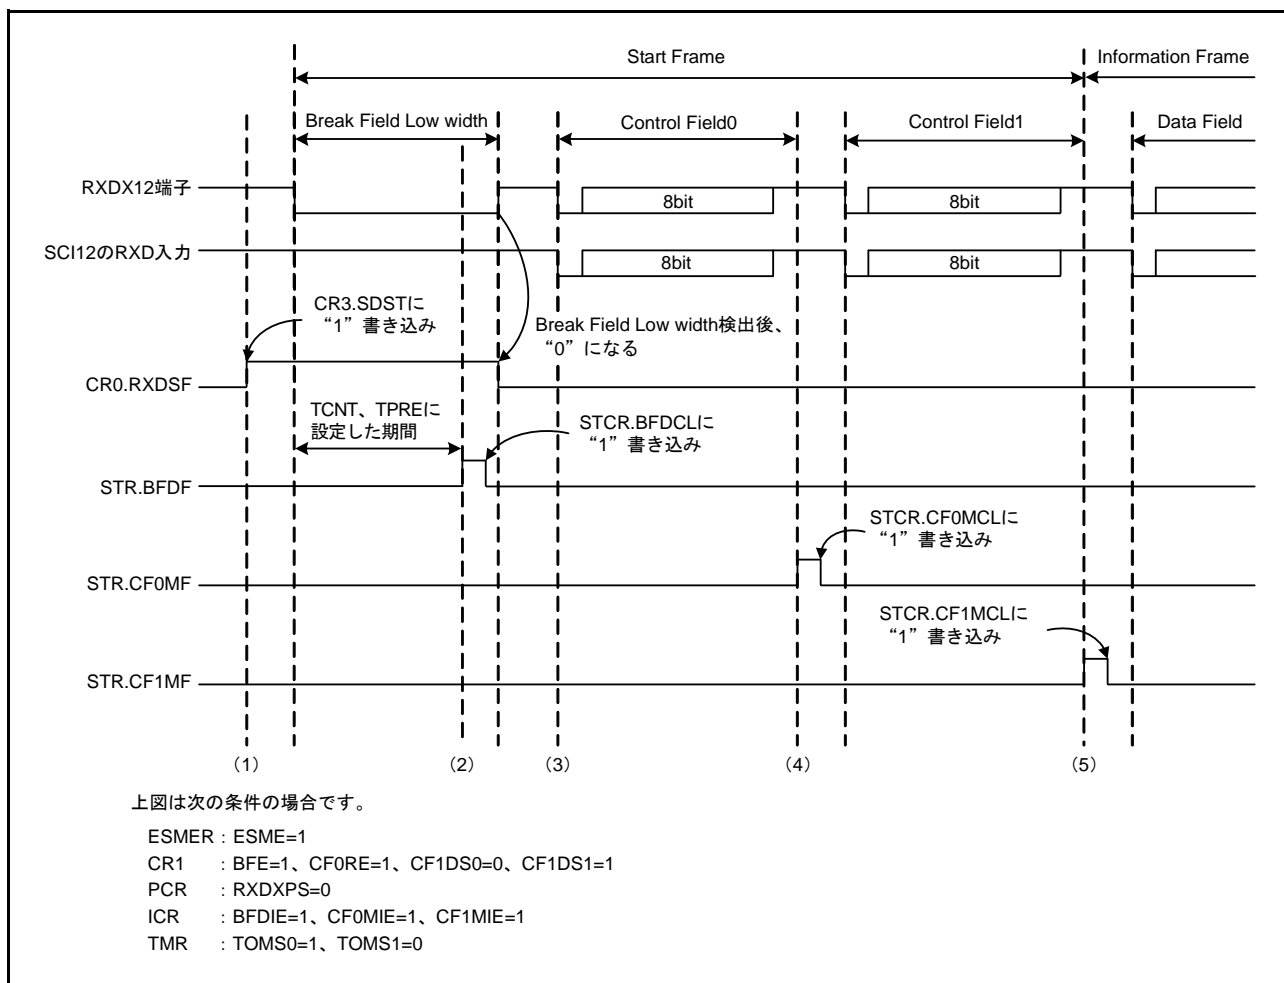
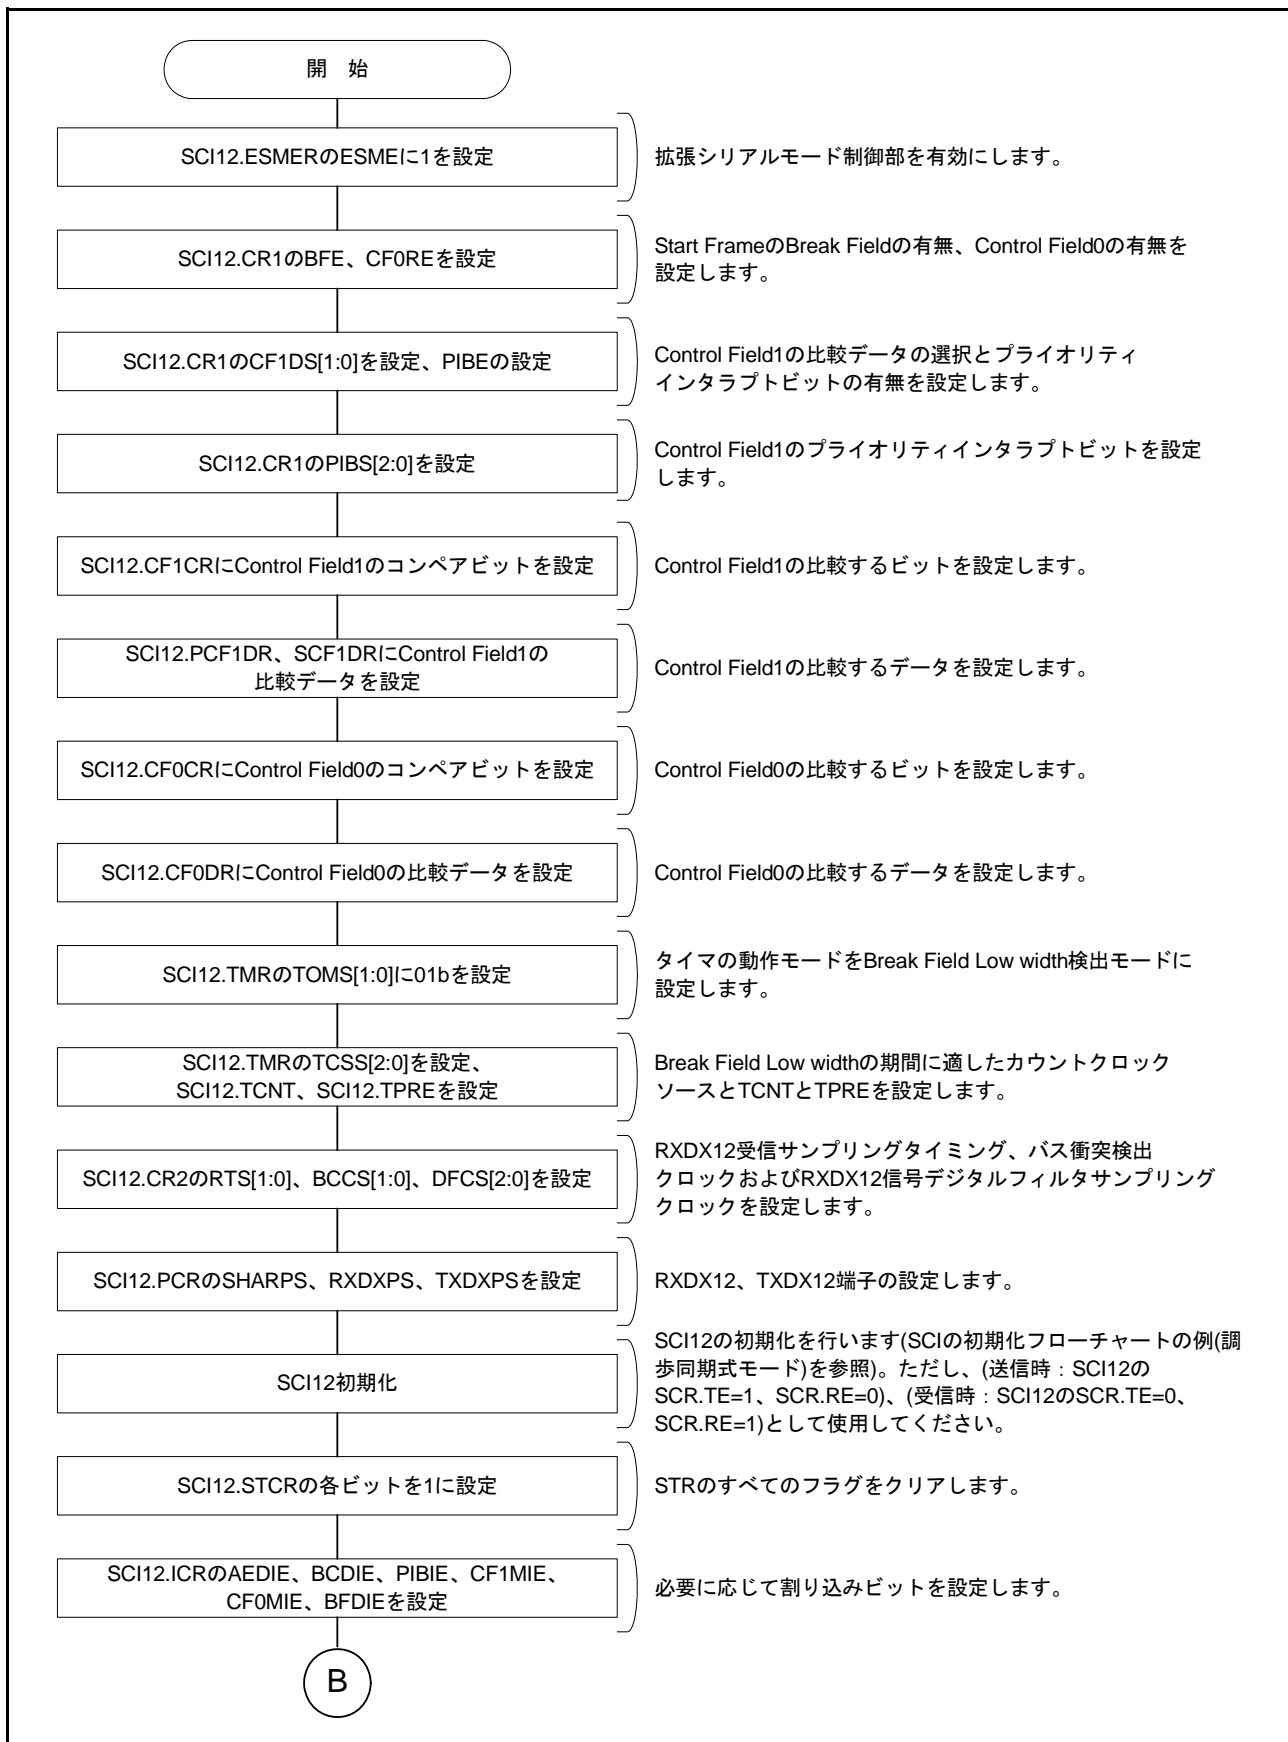
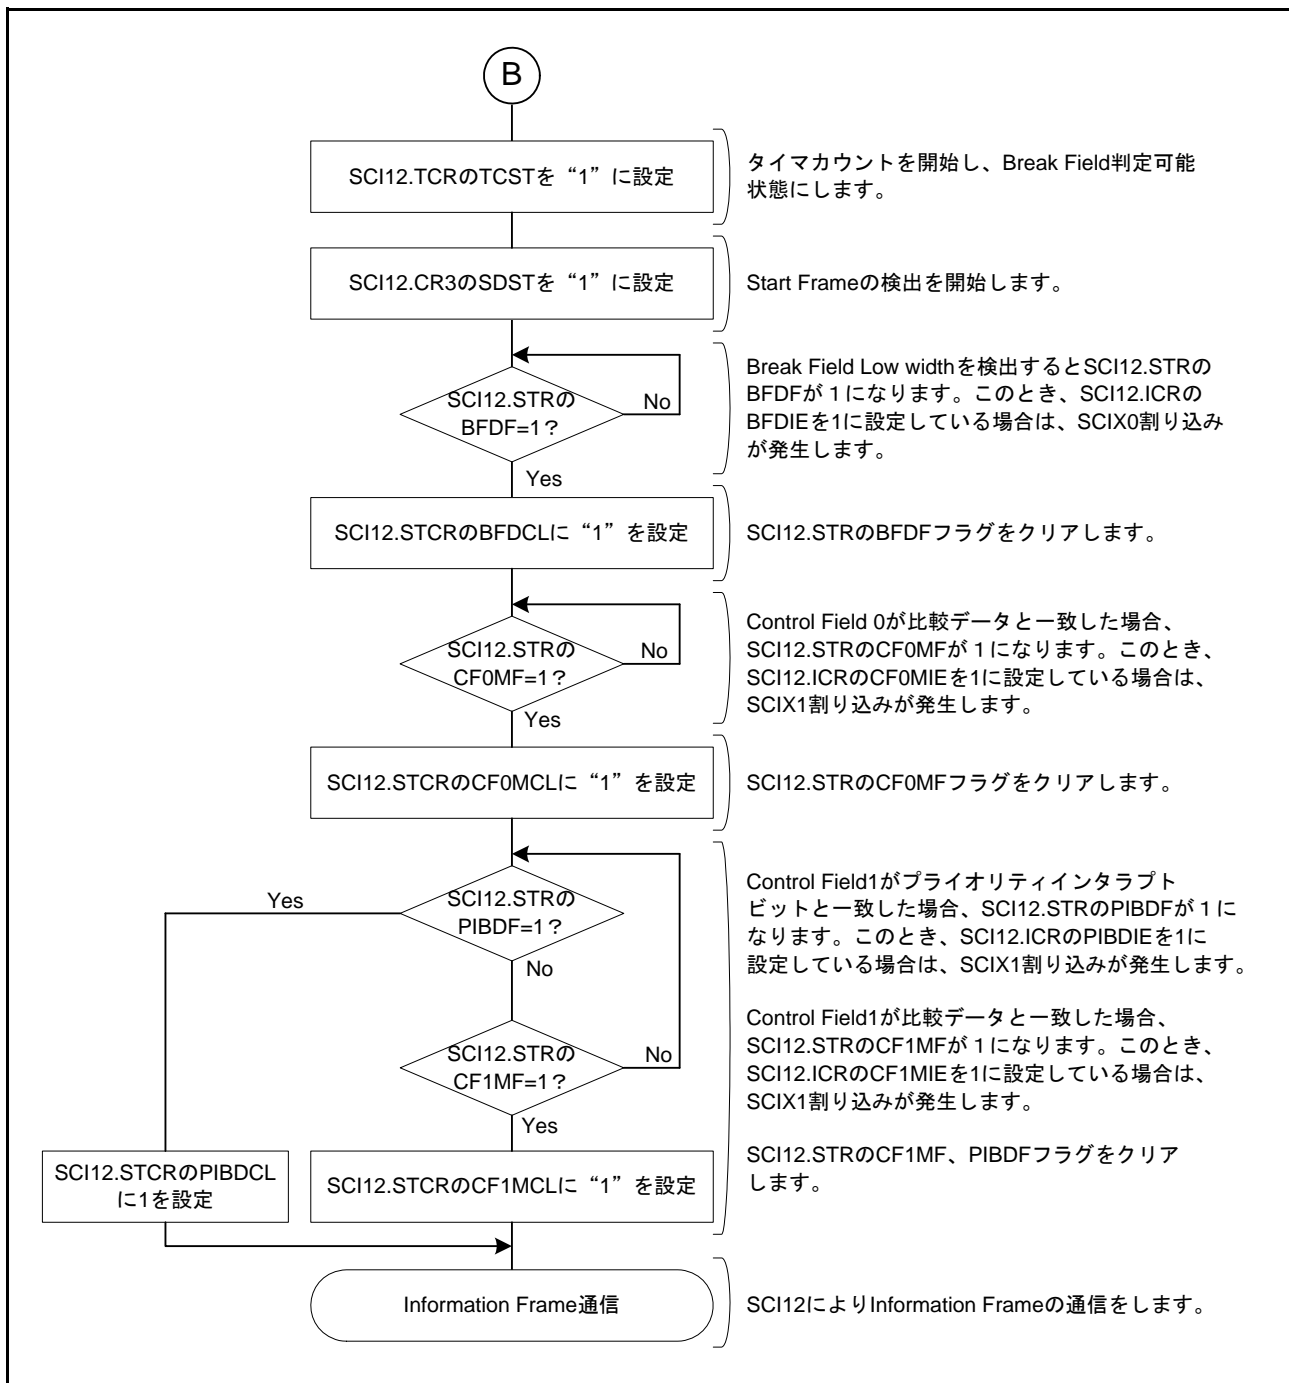
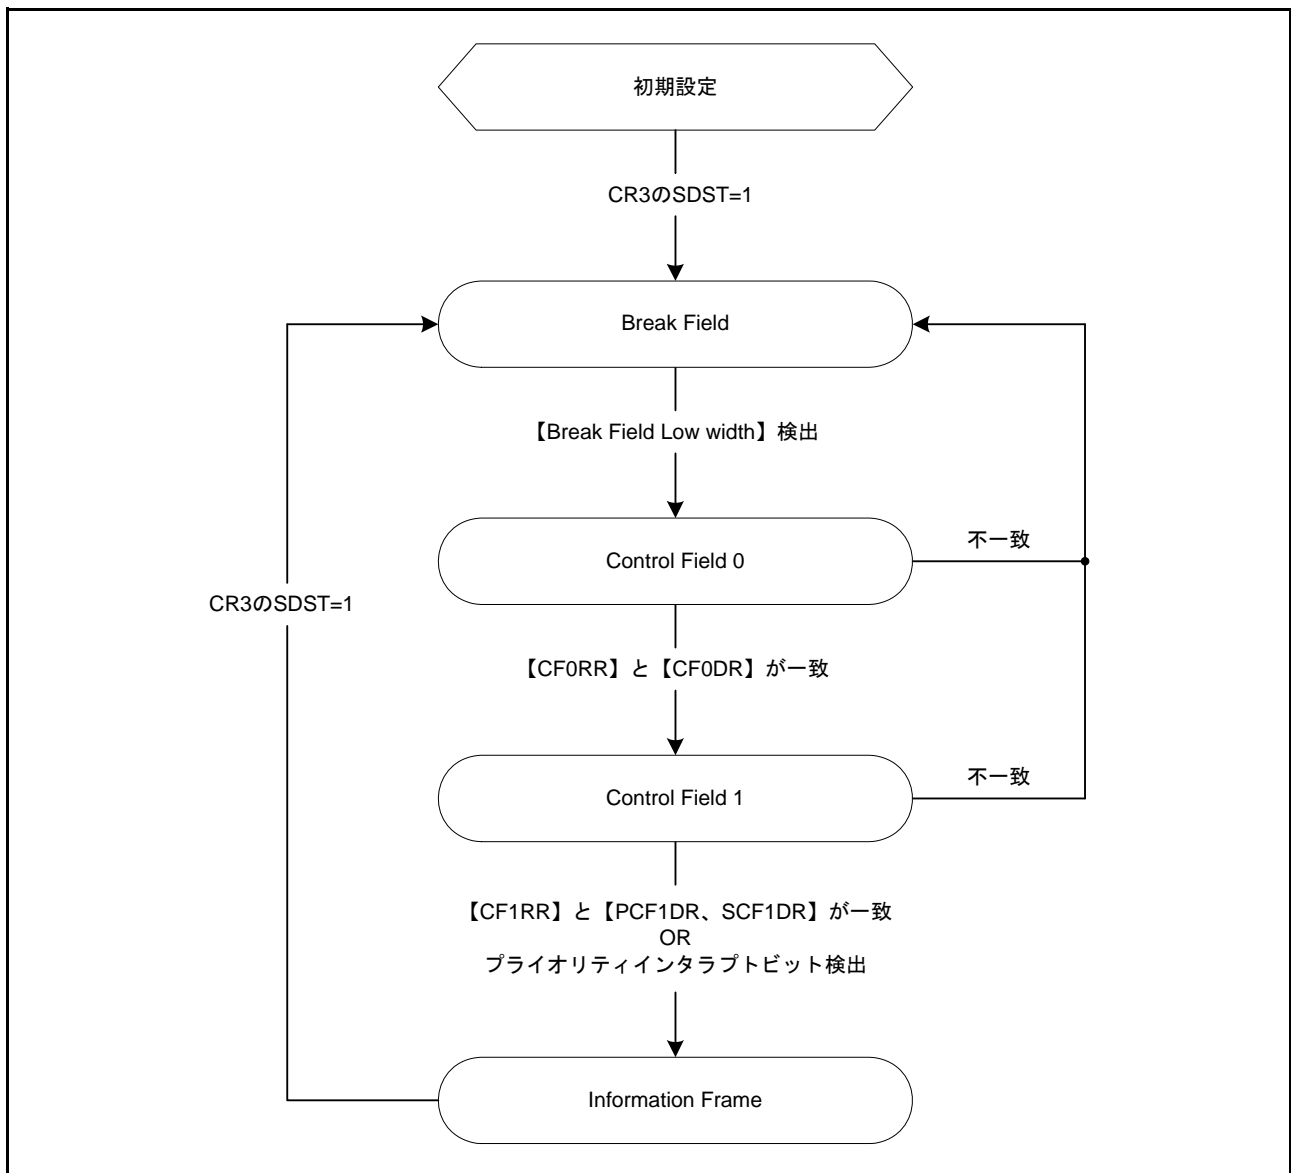

図 29.57 Start Frame 受信時の動作例
図 29.58 Start Frame 受信フローチャート例 (1)
図 29.59 Start Frame 受信フローチャート例 (2)
図 29.60 Start Frame 受信時の状態遷移図
図 29.57 に Break Field Low width、Control Field0 および Control Field1 で構成される Start Frame の受信時の動作例を示します。また、図 29.58、図 29.59 に Start Frame の受信を行うためのフローチャート、図 29.60 に拡張シリアルモード制御部の状態遷移図を示します。
(1) ~ (4) は図 29.57 の Start Frame 受信時の動作例 (1) ~ (4) と同様になります。
(5) CR1 の PIBS[2:0] で指定したビットのデータが PCF1DR に設定したデータと一致した場合、STR の PIBDF が “1” になります。また、ICR の PIBDIE を 1 に設定している場合は、SCIX1 割り込みが発生します。そして、SCI12 により、Information Frame の通信を行います。Control Field 1 で受信したデータが PCF1DR または SCF1DR に設定したデータのどちらとも一致せず、プライオリティインタラプトビットも検出しない場合は、Break Field Low width 検出前の状態に遷移します。